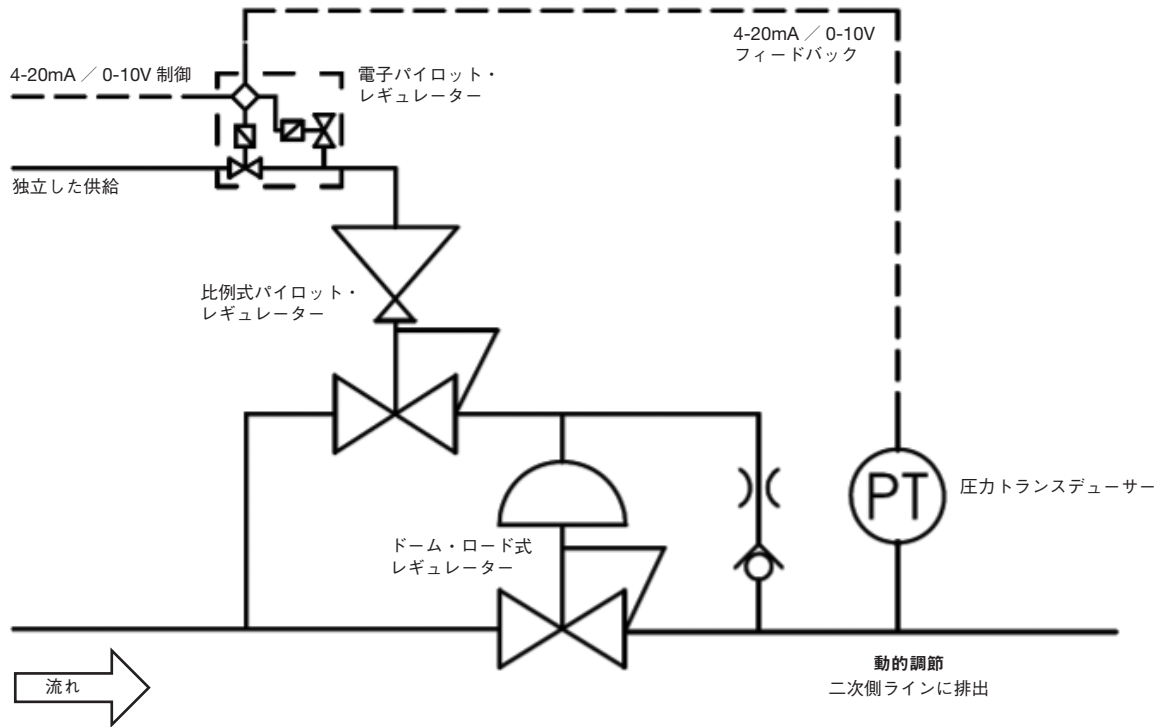

図 7
- **比例式制御**：本セットアップでは、システム圧力から供給される比例式パイロット・レギュレーターを使用してドーム圧力を制御します。比例式パイロット・レギュレーターは、電子レギュレーターと圧力トランスデューサーを組み合わせて(図7)、または外部ドーム供給によって制御します。比例式パイロット・レギュレーターの二次側圧力は、ドーム圧力より比例して大きくなります。これでメイン・レギュレーターは低圧供給による制御を受けながら、二次側圧力を設定することができます。本セットアップは、液体アプリケーションには適していません。